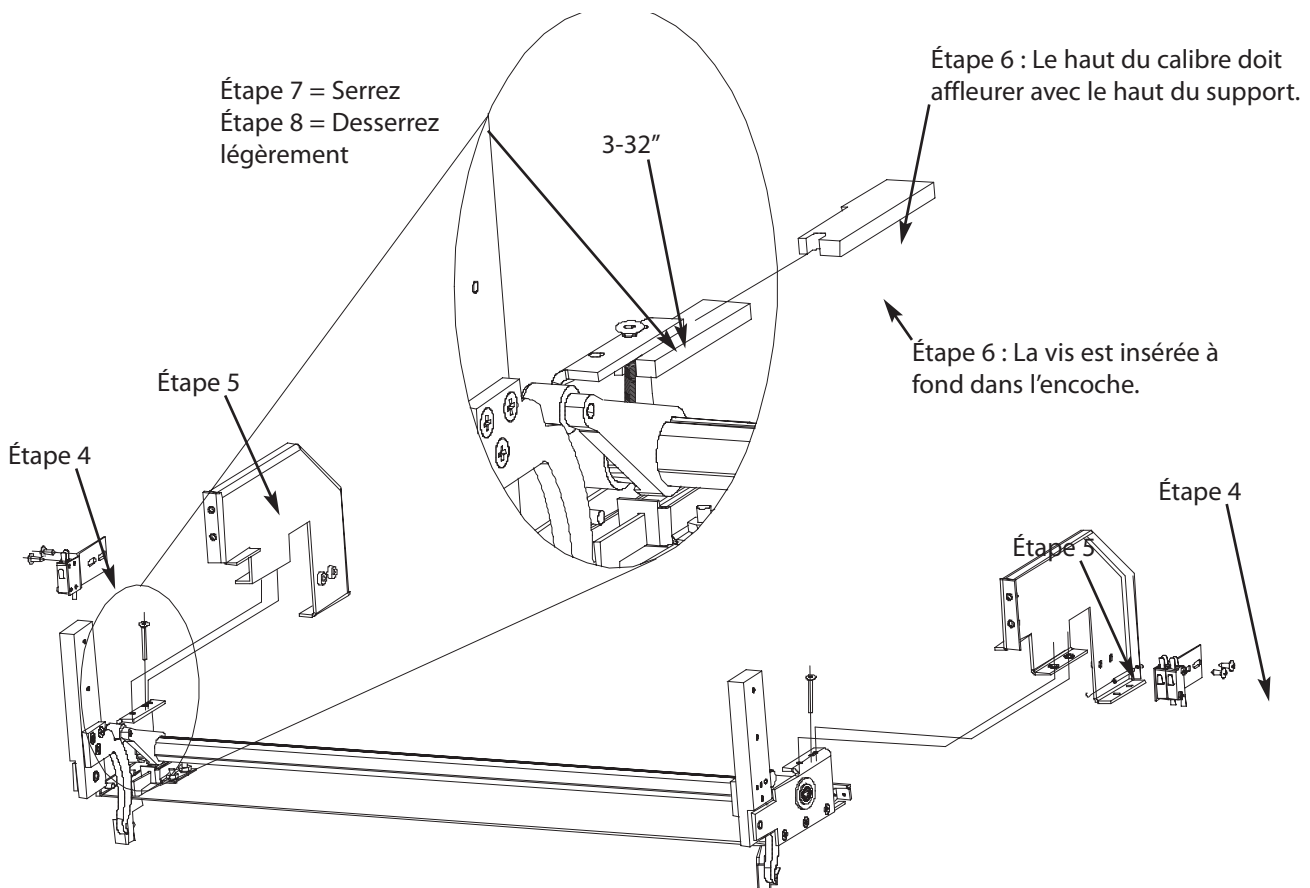

Figure 27 : Ajustement du contreponds
3. Si un commutateur de porte ouvert empêche le préchauffage du four, desserrez les supports de commutateur de porte (Figure 27, page 25) et déplacez-les pour fermer les commutateurs.
**REMARQUE** : À la figure 27, certains composants du four ont été retirés pour plus de clarté. La procédure de réglage DOIT être effectuée avec le contrepoids et les charnières installés.
6. Utilisez l'outil de réglage (réf. i5-9387) pour vérifier la distance entre le support et le contrepoids (Figure 27, page 25).